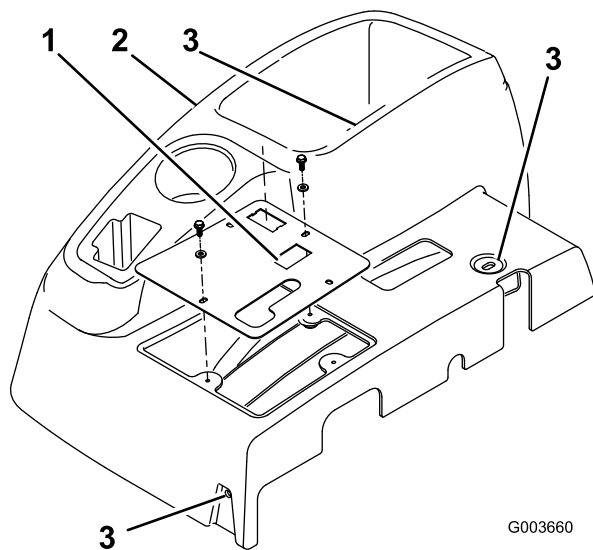

Bild 1
2. Nehmen Sie die vier Scheiben und Schrauben ab, mit denen das Bedienfeld an der Konsole befestigt ist (Bild 1). Ziehen Sie den Draht vom Betriebsstundenzähler ab. Entfernen Sie das Bedienfeld (Bild 1).
3. Nehmen Sie die drei Schrauben ab, mit denen die Konsole am Rahmen befestigt ist (Bild 1). Nehmen Sie die Konsole ab. Heben Sie die untere Kante der Konsole vorsichtig um die Stützhalterung an und schieben Sie sie unter dem Bremsgriff heraus.